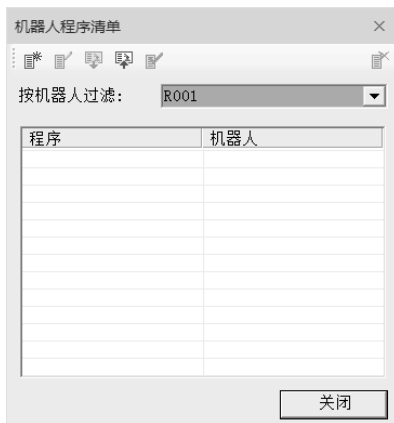

图 7-24
- (1) 在“机器人”菜单栏中，单击“机器人程序清单”命令按钮，弹出如图 7-24 所示的“机器人程序清单”对话框。
- (2) 在“机器人程序清单”对话框中，可以选择不同的命令按钮，完成机器人程序的创建、上传、下载等操作。